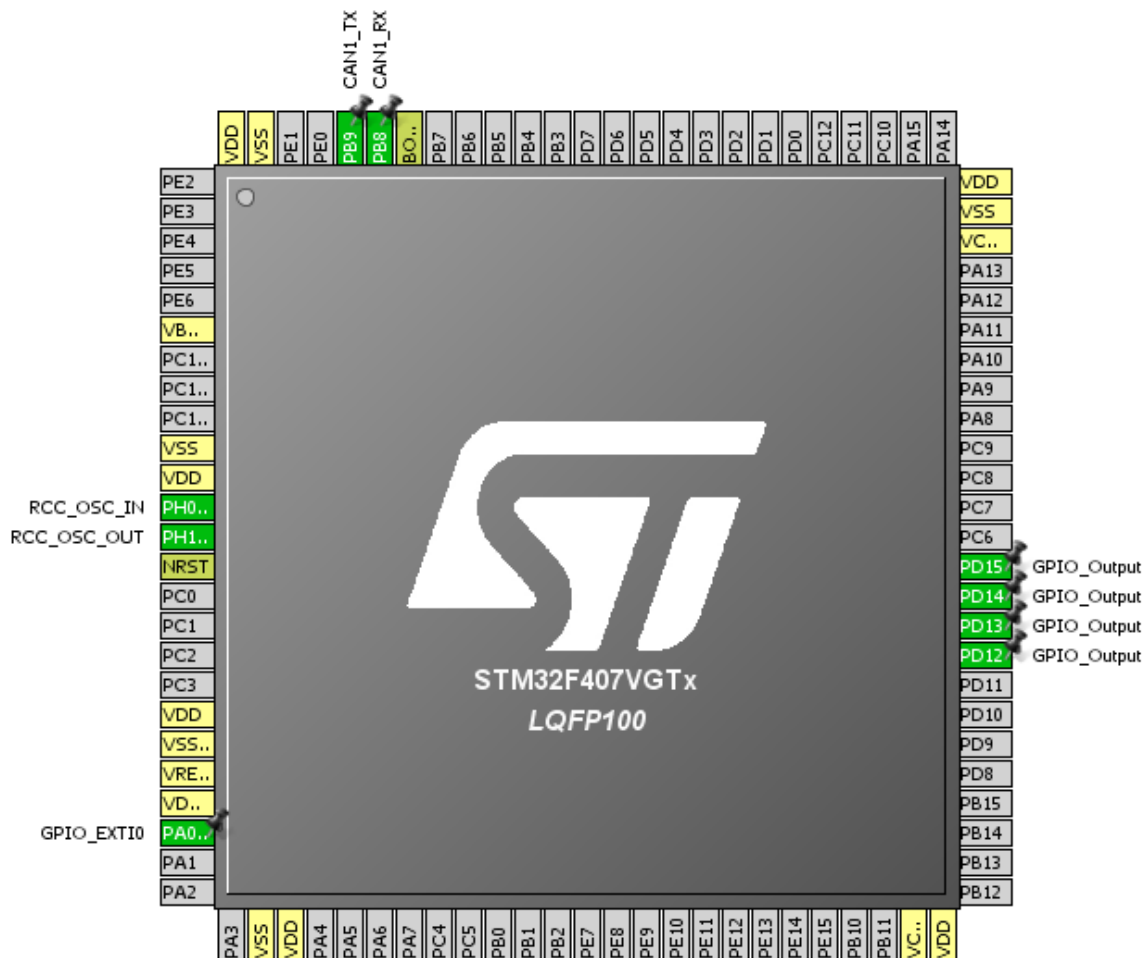

Рис.1. Виводи МК для CAN інтерфейса
1.3 початку потрібно виставити піни у програмі CubeMx та прописати тактову частоту (рис. 1)